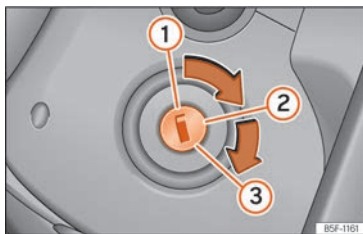

Fig. 254 Posiciones de la llave de contacto.
Posiciones de la llave » fig. 254
- Gire la llave a la posición  fig. 254  . En vehículos diésel se produce el precalentamiento .
- Siga girando la llave a la posición  fig. 254  sin pisar el acelerador.
- Vehículos con cerradura de encendido: Gire la llave hasta la posición »»» fig. 254 ①.